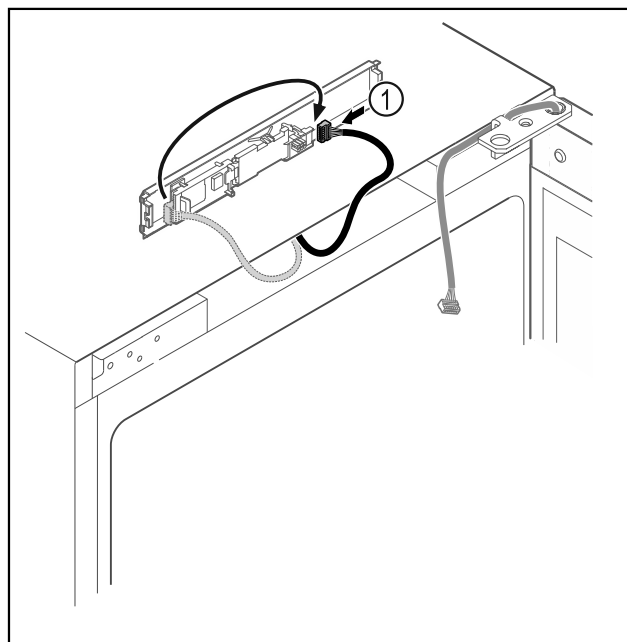

Fig. 14
- Pārspaudiet spraudni Fig. 14 (1) uz shēmas plati.